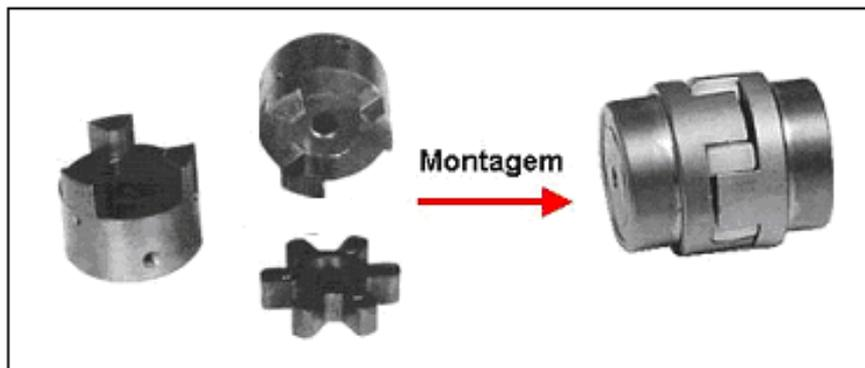

Figura 46 - Acoplamento tipo Mandíbula (Jaw ou Lovejoy)
B) Acoplamento do tipo mandíbula (*Jaw ou Lovejoy*). Este tipo é uma modificação do anterior possuindo as luvas ressaltos, estes ressaltos se encaixam e entre eles é colocada a peça amortecedora de borracha, conforme mostra a figura 46.